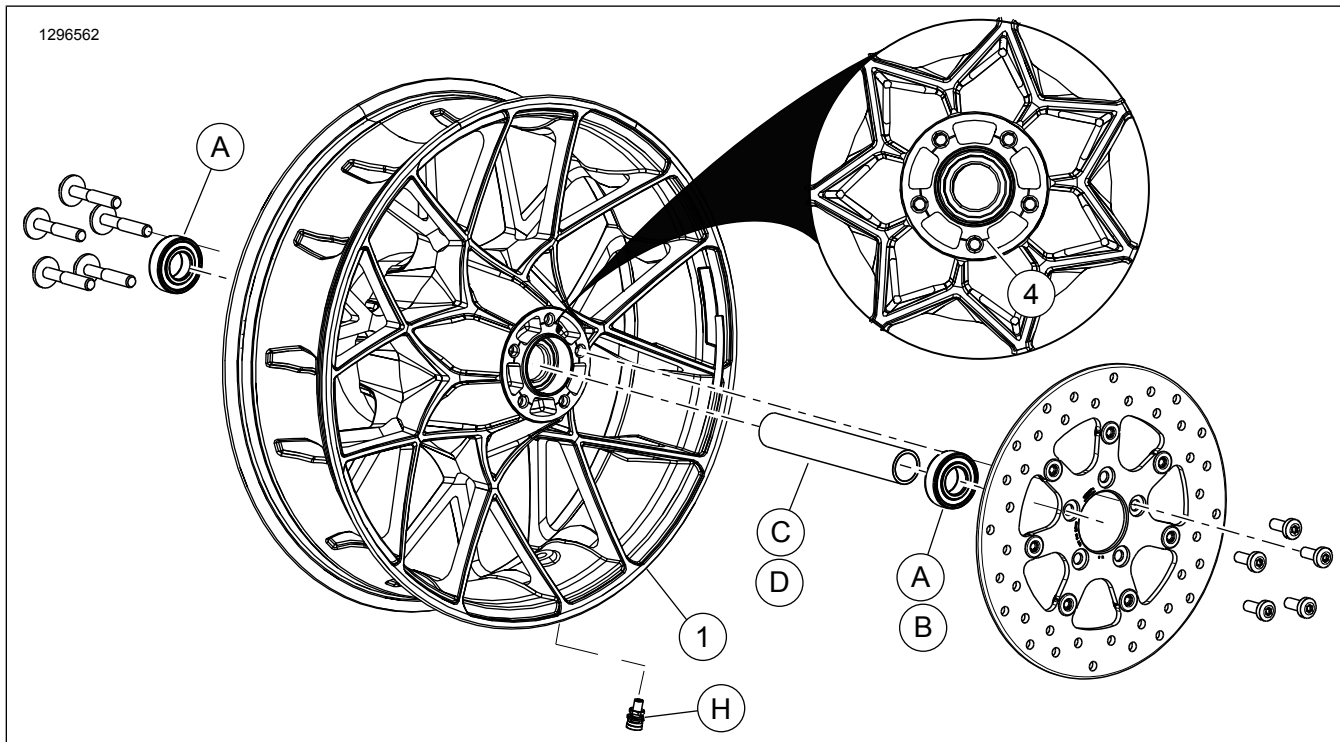

Figura 1. Piezas de servicio: Rueda trasera Turbine
Estos kits incluyen solamente la rueda personalizada. Consulte Figura 1 y Tabla 2.
2. Ver Figura 1 . Instale el conjunto del vástago de la válvula (H) en la rueda. Consulta el manual de servicio.